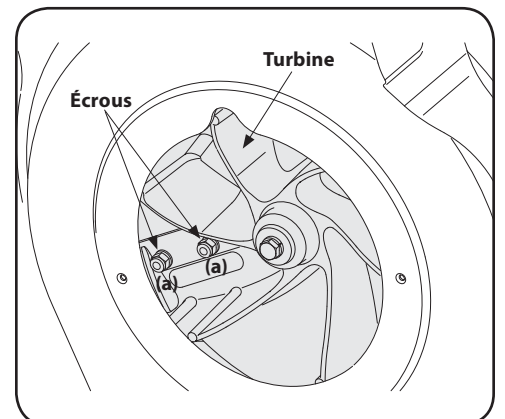

Figure 4-12
- Tenez les écrous des vis qui se trouvent sous l'appareil à l'aide d'une douille universelle de 1/2 po et d'une rallonge. Voir Figure 4-12.